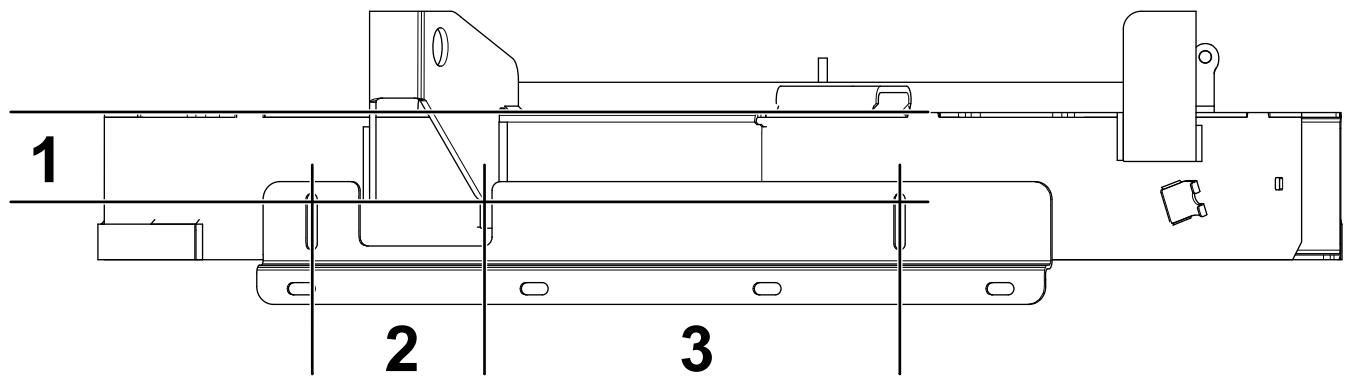

Figure 1
1. En vous servant du support du traceur comme gabarit, percez 2 trous (9/32 po) dans le tablier de coupe en utilisant les dimensions indiquées sur la Figure 1.